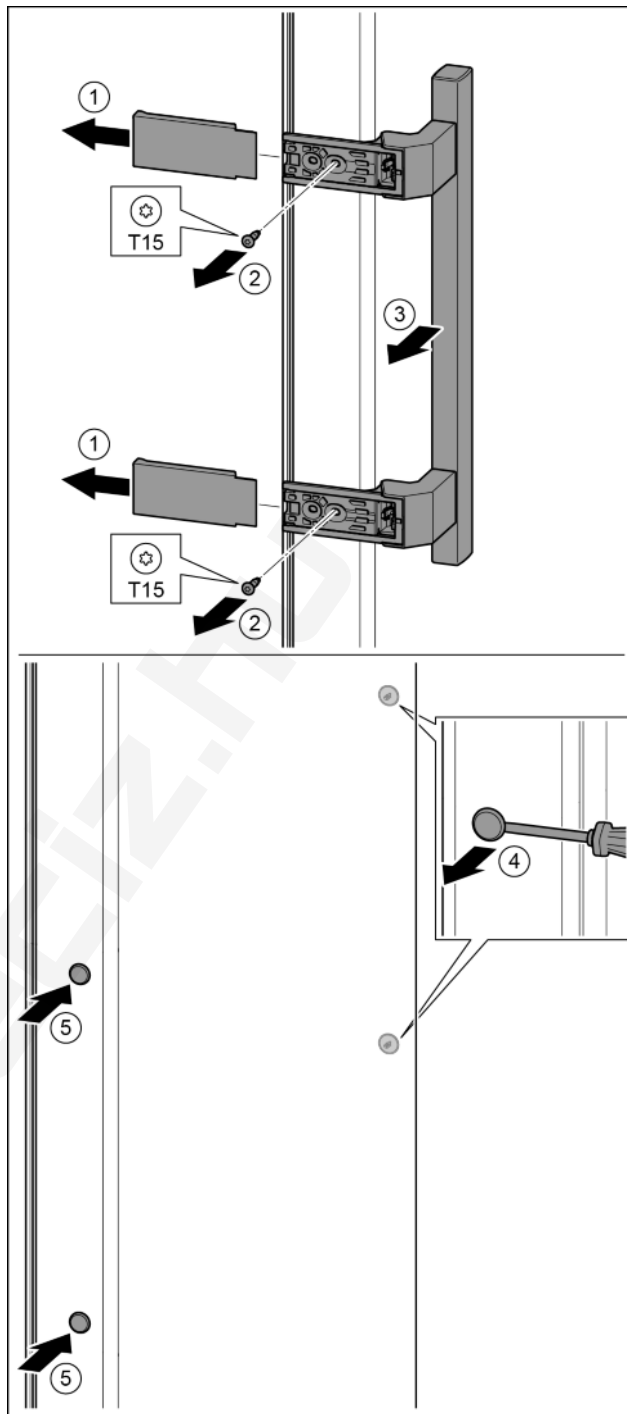

Fig. 18
- Húzza le a fedelet. Fig. 18 (1)
- T15 csavarhúzóval tekerje ki a csavarokat. Fig. 18 (2)
- Vegye le a fogantyút. Fig. 18 (3)
- Az oldalsó dugókat egy csavarhúzóval óvatosan emelje meg és húzza ki. Fig. 18 (4)
- A dugókat helyezze be a másik oldalra. Fig. 18 (5)